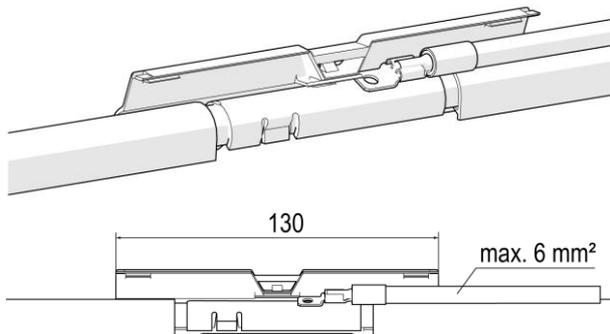
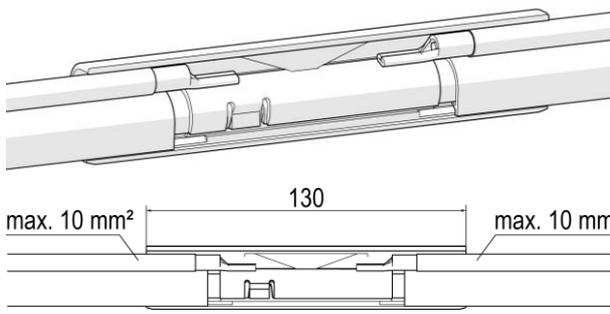

Abb. 78: Elektrische Einspeisung mit Verbinder 35 A
Abb. 80: Elektrische Einspeisung mit Verbinder 100 A
- Die elektrische Leitung am aufgelöteten Quetsch- bzw. Flachsteckanschluss des Bajonettverbinders anschließen bzw. vercrimpen (siehe Abb. 78 bis Abb. 80).